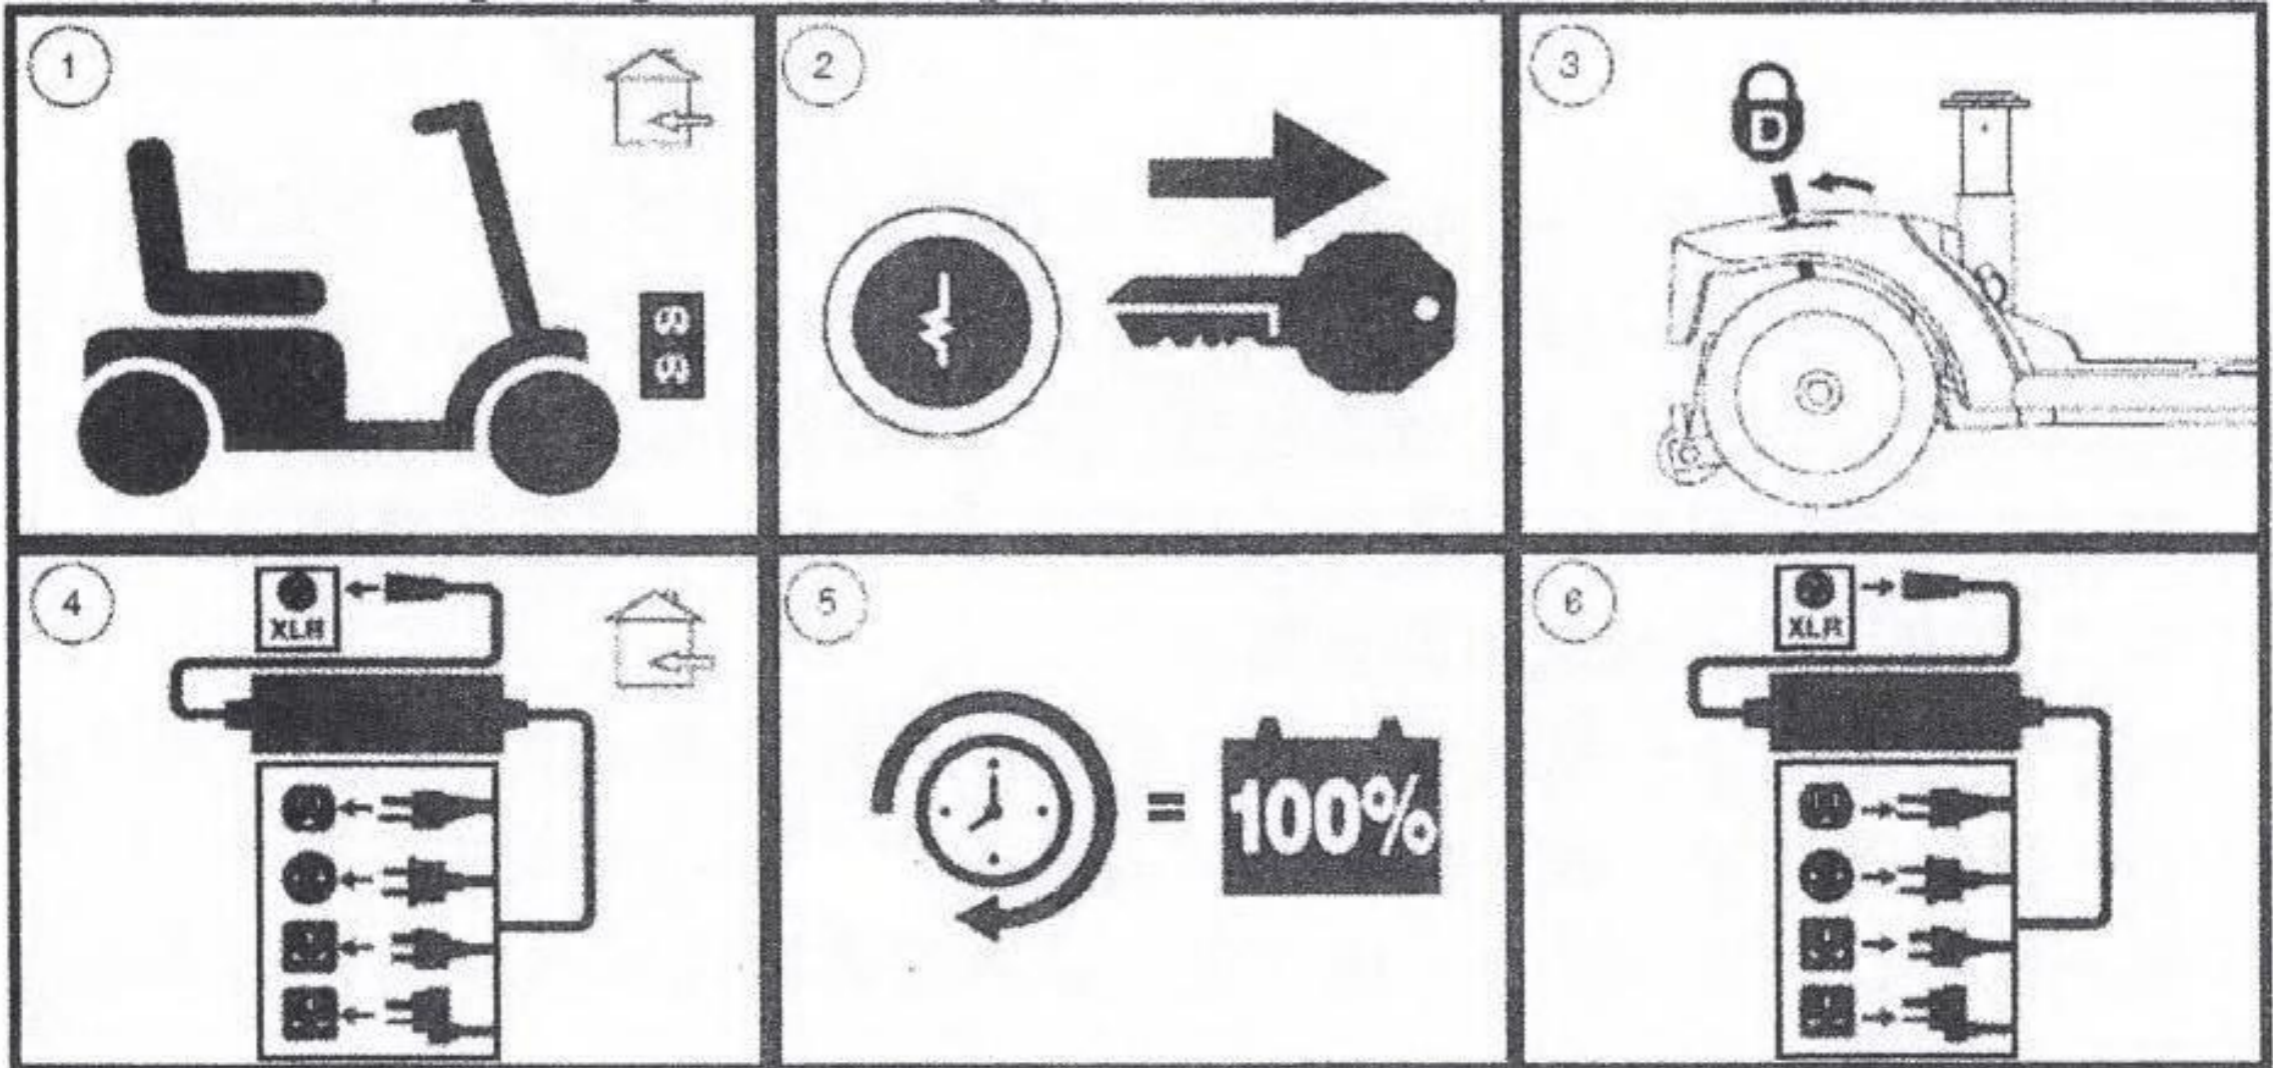

Bild 11
- Bitte laden Sie den Akku wie in Bild 11 gezeigt.